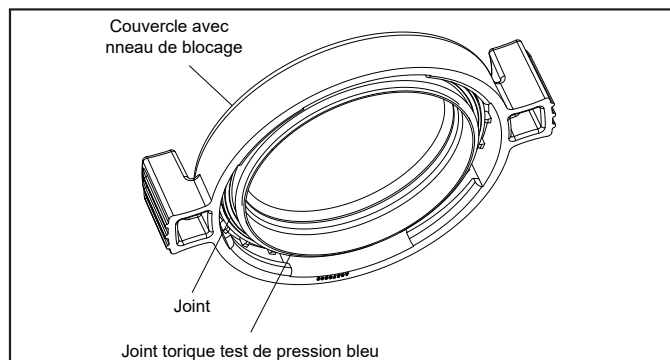

Figure 14. Joint torique test de pression bleu
IMPORTANT : Tous les modèles VSSHP sont équipés d'un joint torique jetable supplémentaire pour les essais de pression. Il s'agit du joint torique bleu utilisé pour le test de pression (voir les Figures 14 et 15). Si le couvercle de la pompe a été ouvert avant de procéder au test de pression, le joint torique bleu pourrait être éjecté. Si le joint torique bleu est éjecté, celui-ci devra être réinstallé sur le couvercle avant de procéder au test de pression (voir 3.6.2).
2. Placer le joint torique bleu sur la marche située à ¼ po de la partie inférieure du couvercle. Se reporter à la Figure 14.